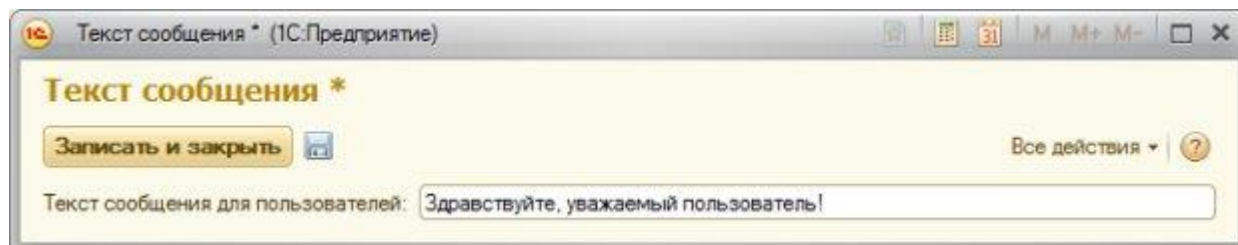

Рисунок 5.7- Отредактированный заголовок объекта
5. Изменим свойство **Заголовок**, вместо "Текст сообщения" введем "Текст сообщения для пользователей", в итоге форма будет выглядеть так, как показано на Рисунок 5.7.